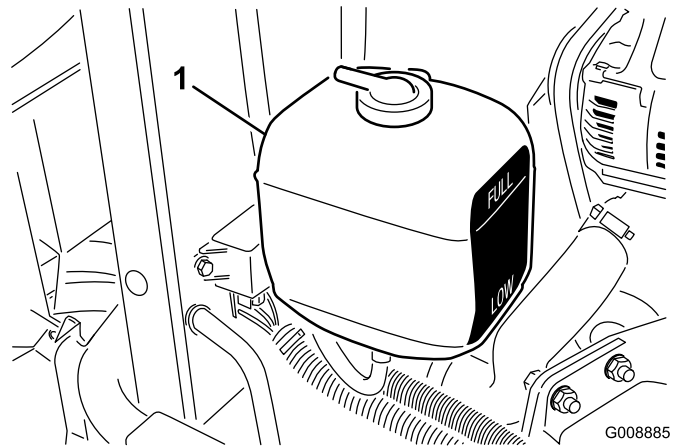

Figura 36
1. Verifique o nível de líquido de refrigeração do depósito secundário (Figura 36).